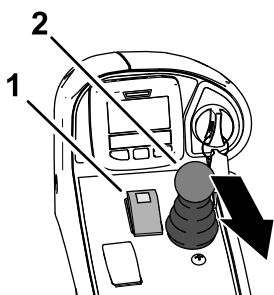

Figura 57
1. Pulse el interruptor de la TDF hasta la posición de DESENGRANAR (Figura 57).